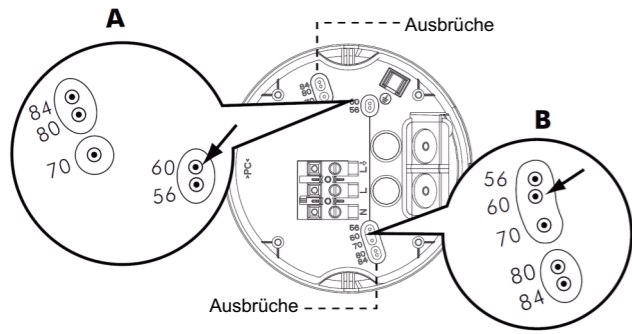

Bild 9A
3.4.1.3 Im Unterteil sind 5 Öffnungen zum Ausbrechen, mit Abständen von 56 mm bis 84 mm für verschiedene Befestigungsanwendungen. (Siehe Bild 9A) Wählen Sie zwei Löcher mit gleichen Zahlen um den gewünschten Abstand zu erreichen. (Siehe Bild 9B)